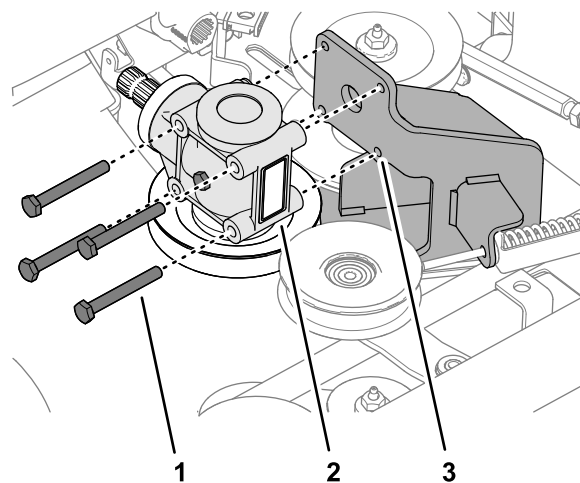

図 118
2. ギアボックスをギアボックスサポートに固定しているボルト4本を外す 図 118。
1. ギアボックスの穴とギアボックスサポートの穴とを合わせる 図 118 ギアボックスの取り外し \(ページ 73\)を参照。